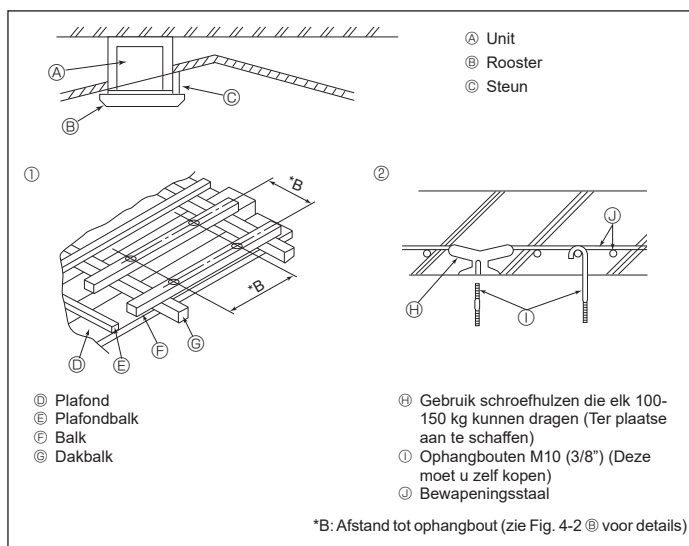

Fig. 4-4
4.4. Ophangconstructie (Zorg dat u een stevige constructie maakt daar waar u het apparaat ophangt) (Fig. 4-4)